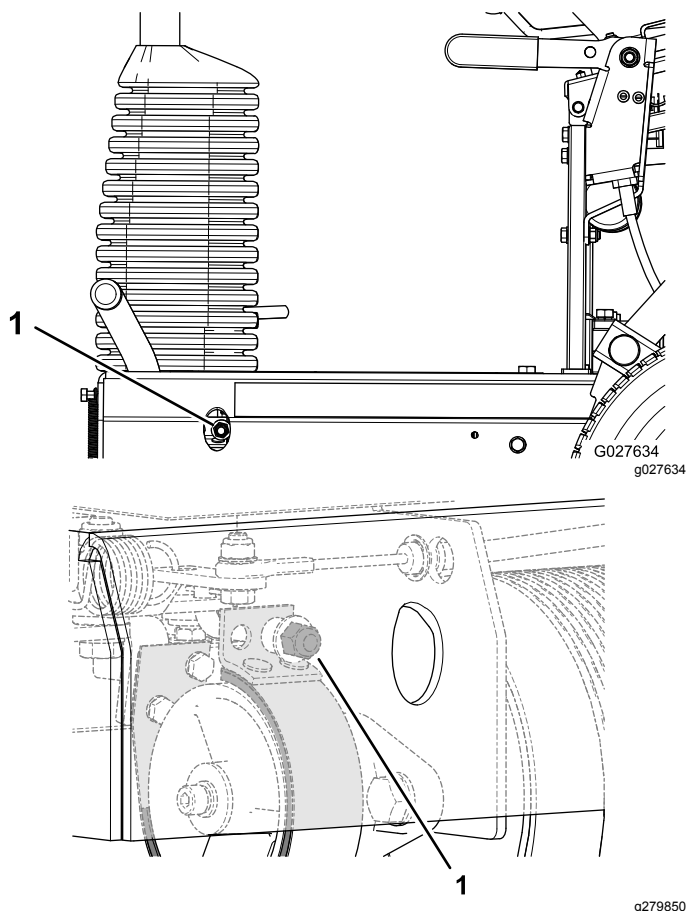

図 34
- ・ ブレーキの効きを強くするにはブレーキロックナットを右回しに締め付ける **図 34**。
- ・ ブレーキの効きを弱くするにはブレーキロックナットを左回しにゆるめる **図 34**。